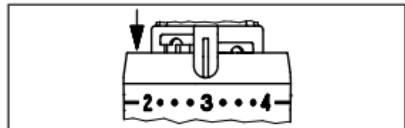

Fig.9
2. Spostare entrambe le clip di limitazione dalla „posizione di sicura“ e inserirli nelle sedi subito a destra e a sinistra dell'indicatore dell'impostazione „3“ (Fig. 9)